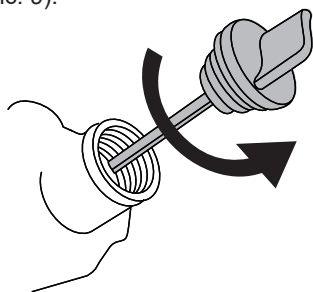

Рис. 9. Крышка-щуп маслозаливной горловины
3. Открутите крышку-щуп маслозаливной горловины и извлеките щуп (Рис. 9).
3. Выкрутите крышку-щуп маслосливной горловины и извлеките щуп (Рис. 9).